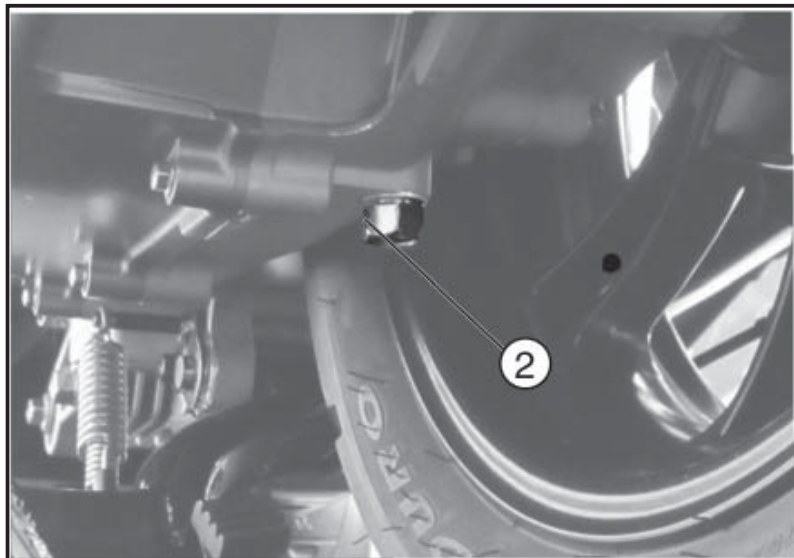

Fig. 02
- Revisser la vis «2 - Fig. 02» et insérer au moyen d'une seringue la quantité d'huile recommandée afin d'atteindre le niveau approprié.